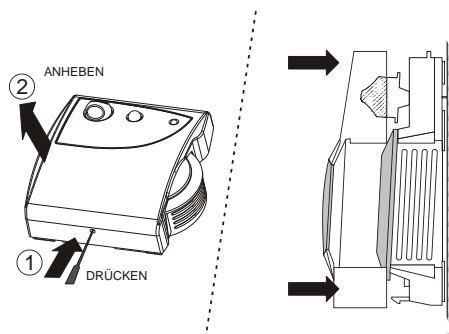

Abb. 1. Gehäuse öffnen / montieren
Die Raumbediengeräte CLCM1T,2T,4T,5T,6T besitzen eine Grundplatte, die zur einfachen Installation separat montiert wird. Entfernen Sie das Oberteil wie in Abb. 1 dargestellt.
1. Öffnen Sie das Gehäuse, wie in Abb. 1 gezeigt.
8. Montieren Sie das Gehäuse gemäß Abb. 1 und stellen sicher, dass der Riegel an der Unterseite einrastet.